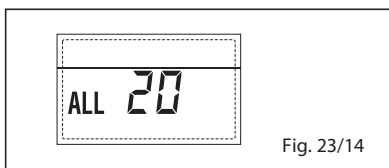

Fig. 23/14
- ANOMALIA AVARIA SONDA IMPULSÃO PRIMEIRA ZONA MISTURADA "ALL 21" (fig. 23/15)